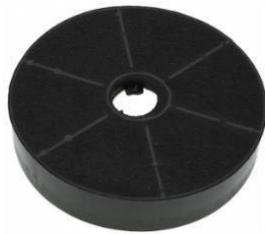
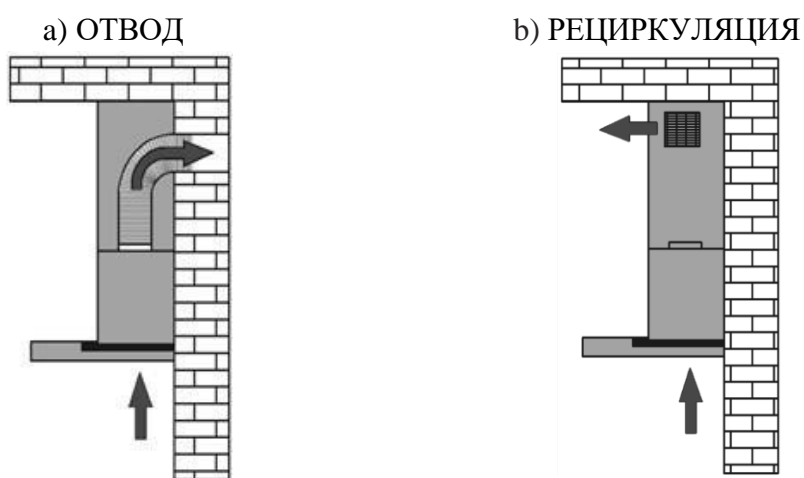

Рис. 3
Рис. 4
1) Отвода (рис. 4а) – воздух удаляется из помещения через соединение вытяжки с вентиляционным каналом жестким пластиковым воздуховодом или гофрированным шлангом диаметром в 100 мм (с применением соответствующего переходника), или с помощью металлических труб, соединительных колен и вентиляционных решеток с квадратным сечением 90х90 мм. И, таким образом, все кухонные испарения, запахи, гарь и копоть, проходя через многоразовые алюминиевые жироулавливающие фильтры, выводятся за пределы помещения. При данном режиме работы нет необходимости устанавливать угольные фильтры. Режим отвода является наиболее эффективным, поскольку вытяжка удаляет все кухонные испарения за пределы кухни в вентиляционную шахту.
2) Рециркуляции (рис. 4б) – внутренняя циркуляция воздуха через угольные фильтры (рис. 3). Вытяжка в данном случае не подключается к вентиляционной шахте и, таким образом, воздух просто прогоняется через вытяжку внутри кухни.
В этом режиме на вытяжку должны быть установлены угольные запахоулавливающие фильтры (рис. 3). Эти фильтры не входят в комплект вытяжки и приобретаются отдельно. Угольные фильтры следует менять не реже, чем раз в 3 месяца (в зависимости от интенсивности приготовления пищи). Использование вытяжки в режиме рециркуляции снижает ее производительность.